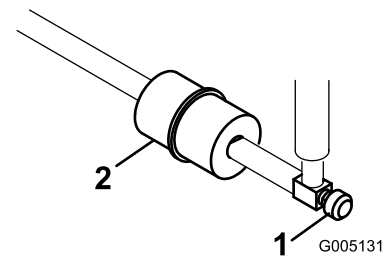

Figura 30
El filtro de combustible en línea se encuentra en el tubo de combustible, entre el depósito de combustible y el carburador (Figura 30).
1. Cierre la válvula de cierre del combustible (Figura 30).
2. Coloque un recipiente debajo del filtro, afloje la abrazadera en el lado del carburador del filtro y retire el tubo de combustible (Figura 30).
3. Afloje la otra abrazadera y retire el filtro (Figura 30).